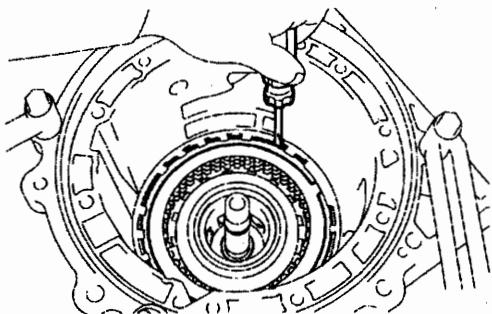

图 12-1-20
(31) 如图 12-1-20 所示, 用螺丝刀从壳体上拆下 3 号制动器卡环。